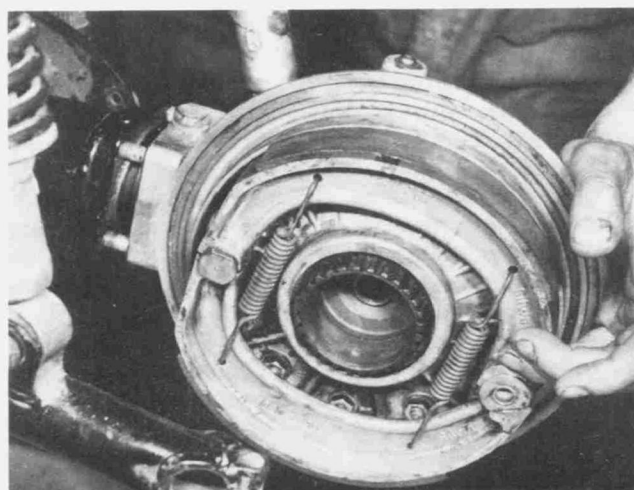

Bild 165
- Mutter und Scheibe vom unteren Einbaubolzen des rechten Federbeins abnehmen (Bild 165).